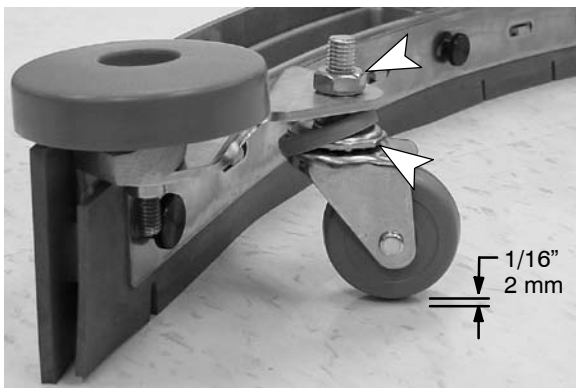

FIG. 47
1. Pour vérifier le bon réglage du bloc de racloir, retirez le bloc de racloir de la machine et placez-le sur une surface égale. Mesurez la distance entre la roulette et la surface. Cette distance doit être environ 1/16" / 2mm (Figure 47).